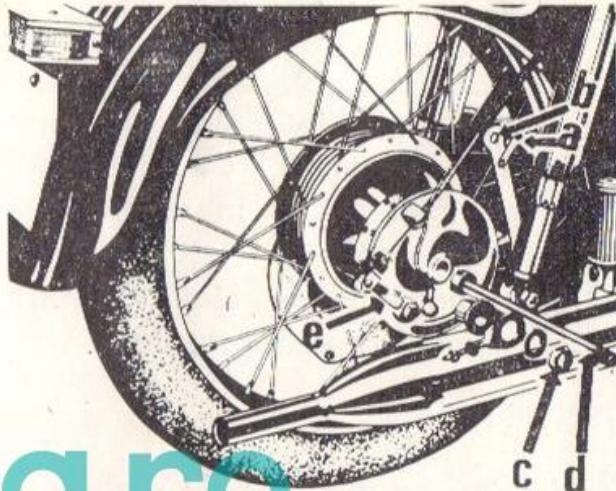

Fig. 39.
1. Desfaceți siguranța „a” (fig. 39) și înălăturați tirantul „b”.